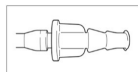

Figure 3 : Connecteur cranté d'aspiration
3. Si une aspiration est souhaitée, relier le connecteur cranté d'aspiration à un système d'aspiration à l'aide de la tubulure d'aspiration (Figure 3).